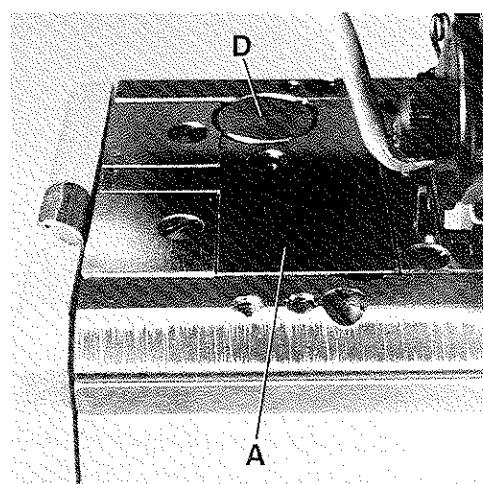
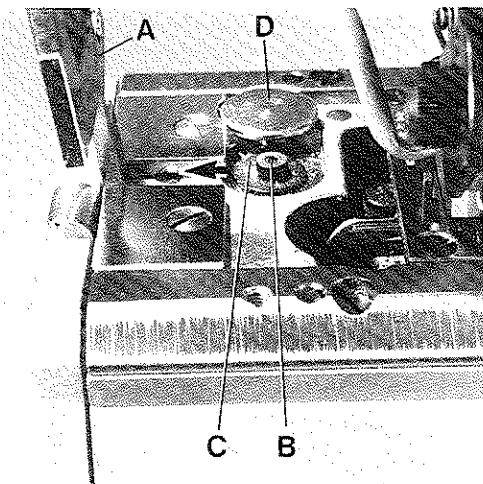
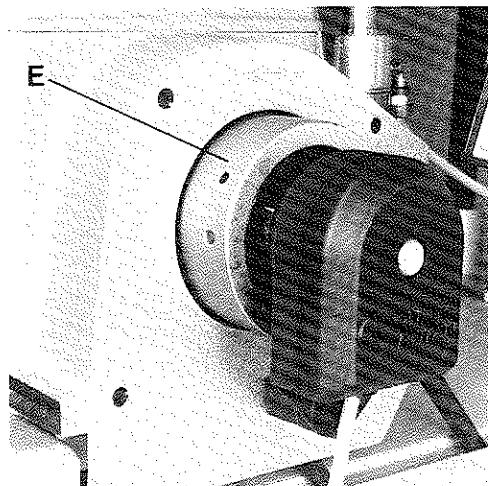

Fig.26
Fig.27
Fig.28
Before the machine leaves the factory, the stitch length change mechanism is locked. After folding up cover (A, Figs. 26 and 27) and loosening screw (B, Fig. 27) lever (C) can be swung in the direction of the arrow to the left to unlock the stitch length change mechanism. The required hexagon socket wrench is a component of the machine accessories.
Vor dem Versand der Maschine wird die Stichlängenverstellung blockiert. Schwenkt man den Deckel (A, Fig. 26 und 27) nach oben und löst die Schraube (B, Fig. 27), kann der Hebel (C) in Pfeilrichtung nach links geschwenkt werden und die Arretierung der Stichlängenverstellung ist aufgehoben. Der benötigte Sechskantschraubendreher ist im Zubehör der Maschine enthalten.
The stitch length is changed by slightly pressing push button (D, Figs. 26 and 27) and simultaneously rotating pulley (E, Fig. 28). Within one revolution of the pulley push button (D, Fig. 26) engages and the stitch length change starts. Rotating pulley clockwise shortens the stitch, rotating it counter-clockwise increases the stitch. After setting the desired stitch length, the mechanism can be locked again. Remount cover.
Die Stichlänge wird durch leichtes Drücken auf den Knopf (D, Fig. 26 und 27) und gleichzeitiges Drehen des Handrades (E, Fig. 28) eingestellt. Nach spätestens einer Umdrehung des Handrades rastet der Knopf (D, Fig. 26) ein und die Stichverstellung beginnt. Drehen des Handrades im Uhrzeigersinn verkleinert den Stich, drehen im Gegenuhrzeigersinn vergrößert ihn.